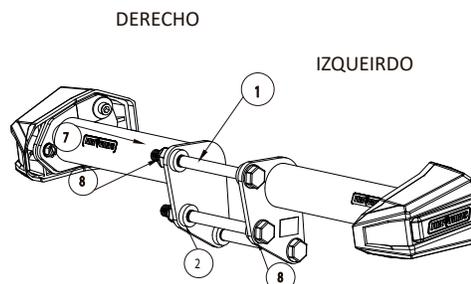

Imagen 1.
1. Retire los tornillos originales que se indican en la **Imagen 1**.